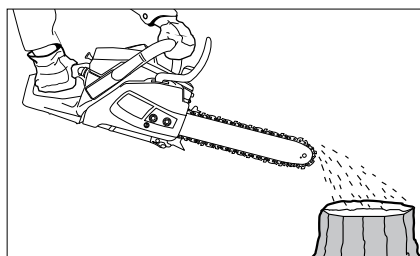

Abb. 13
4. Vor dem Arbeitsbeginn prüfen Sie die Ölzuführung: schalten Sie die Kettensäge ein und halten Sie diese über der geeigneten Unterlage. Bei der ausreichenden Schmierung entsteht eine leichte Spur von den Tropfen des abgeworfenen Öls (Abb. 13).